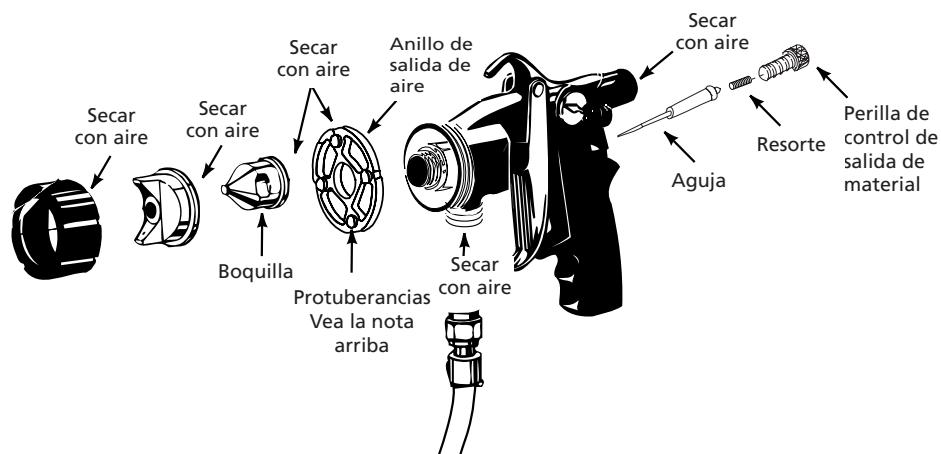

Figura 18 - Para secar con aire bajo presión los componentes
5. Coloque las piezas en el orden contrario que usó para desarmarlas (Vea la Figura 18). Para evitar que la aguja se dañe, siempre instale la boquilla antes de instalar la aguja.
6. Despues de haber limpiado bien los componentes, use la manguera de la turbina para secarlos. Esto evita que el material se contamine la próxima vez que use la rociadora y que ésta se oxide. (Vea la Figura 18).
Al ensamblarlo, las cuatro protuberancias del anillo de salida de aire deben estar hacia adelante (hacia la boquilla). (Vea la Figura 18).